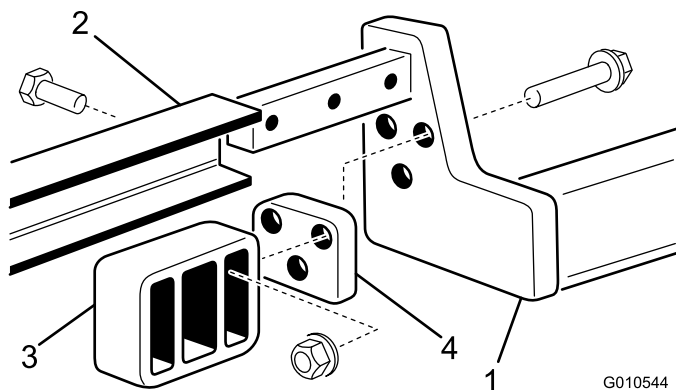

図 6
3. 各昇降アームに後クレードルを取り付ける；ボルト (3/8 x 2 インチ) 3本、スペーサ、フランジナットを使い、図 6のように取り付ける。
4. キャリアフレームを昇降アームに差し込み、取り付け穴を整列させる。キャリアフレームの左右の側を昇降アームに固定する；ボルト (1/2 x 1-1/2 インチ) 3本を使用する。ボルトを70-80 ft-lb (95-108 N-m=9.7-11.0 kg.m) にトルク締めする (図 6)。